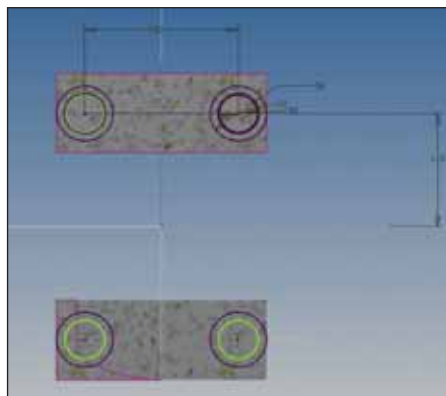

Рис. 34
45. В новом эскизе создать контуры (рис. 34).